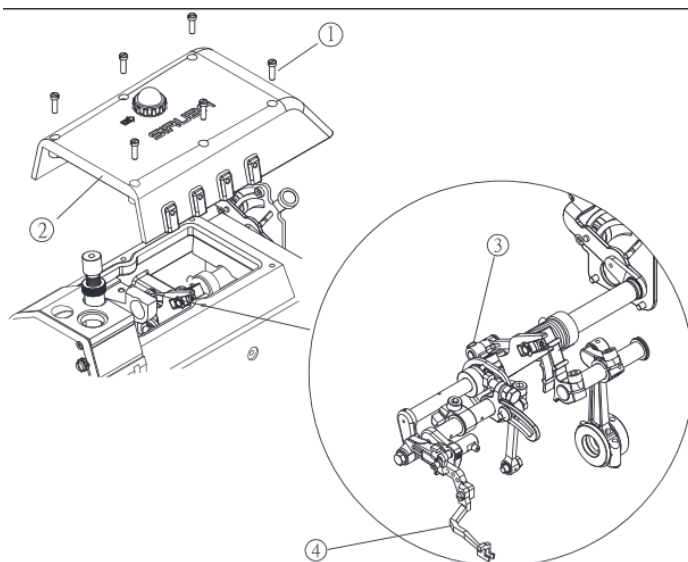

Fig. 47 / Fig. 47
2. Ослабьте винт ① и снимите верхнюю крышку ②. Ослабьте винт ③, чтобы отрегулировать передний-задний верхний подачи ④. (Рис.47)